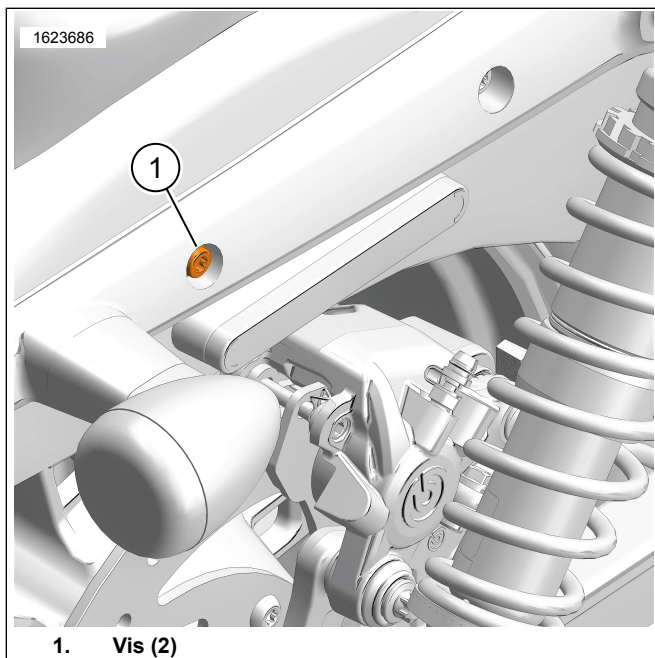

Figure 2. Vis du support de garde-boue
1. Figure 2 Retirez et jetez les vis de Équipement d'origine (OE) support de garde-boue arrière (1).